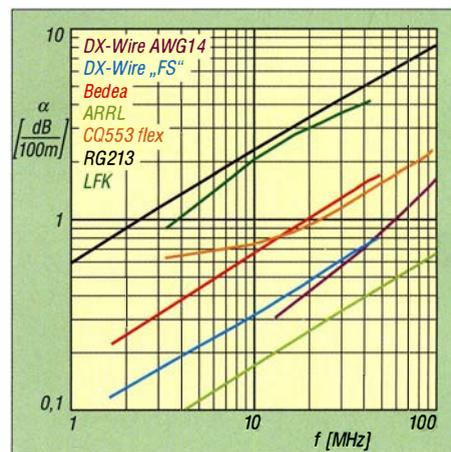

Bild 2: Dämpfungskonstante α unterschiedlicher Koaxialkabel und Zweidrahtleitungen im Vergleich
$\lambda/4$ -Leitungsresonanz bei 1,692 MHz. Daraus folgt ein Verkürzungsfaktor $VF = 42,5 \text{ m} / 44,298 \text{ m} = 0,959$ und daraus mit der Leitergeometrie eine Leitungsimpedanz $Z_L = 538 \Omega$ (Herleitung siehe [1]). Die damit berechnete Dämpfungskonstante α zeigt Bild 2, zum Vergleich mit den Dämpfungskonstanten der halboffenen Bandleitung CQ553 flex aus [1] und einer offenen Zweidrahtleitung aus 2-mm-Adern („ARRL-Hühnerleiter“ [5]). Das Ergebnis enttäuscht: Die Dämpfungskonstante der Bedea-Hühnerleiter ist nur etwa so groß wie diejenige der CQ553 flex und liegt deutlich oberhalb der ARRL-Hühnerleiter. Um den Einfluss des Messaufbaus auszuschließen, habe ich die Leitung ein zweites Mal in einer völlig anderen Umgebung gemessen – mit dem gleichen Ergebnis. Es kommen nur Verlustmechanismen der Leitung selbst infrage. Zur weiteren (rechnerischen) Analyse verwendete ich das Programm *atlc2* [6]. Es liefert zwar nicht direkt die Dämpfungskonstante, dafür jedoch die Leitungsbeläge R' , L' , G' und C' einer verlustbehafteten Zweidrahtleitung. Bitte die aktuelle Version 1.03 verwenden! In dieser hat der Programmautor KQ6QV die vorher falsche G' -Berechnung von symmetrischen Leitungen korrigiert.
Die zweite Testleitung habe ich aus $2 \times 43,35$ m Antennenlitze FS [4] aufgebaut. Die S_{11} -Messungen liefern $VF=0,947$ und $Z_L=556 \Omega$. Die damit berechnete Dämpfungskonstante ist deutlich geringer als diejenige der Bedea-Leitung, jedoch immer noch größer als die der ARRL-Hühnerleiter, Bild 2. Das Isoliermaterial Polyethylen (PE) mit $\tan \delta=2 \cdot 10^{-4}$ (bei 1 MHz) bewirkt wohl die geringere Dämpfungskonstante.
Um eine Hühnerleiter mit möglichst kleiner Dämpfungskonstante α aufzubauen, wählte ich PTFE-Litze AWG14, eine versilberte Kupferlitze (1,63 mm Durchmesser) mit PTFE-Isolierung von [4]. Von dieser vergleichsweise teuren Litze standen $2 \times 5,6$ m zur Verfügung, sodass das Verfahren α -Werte zumindest ab 14 MHz liefert. Die S_{11} -Messungen ergeben $VF=0,980$ und $Z_L=576 \Omega$. Unterhalb von etwa 45 MHz ist α tatsächlich kleiner als bei der Litze FS; allerdings steigt der Frequenzgang darüber steiler an, Bild 2, was auf höhere dielektrische Verluste hindeutet – trotz des eigentlich sehr geringen Verlustfaktors von PTFE ($0,7 \cdot 10^{-4}$ bei 1 MHz). Die Dämpfungskonstante dieser hochwertigen Litze ist im gesamten Frequenzbereich immer noch größer als die der ARRL-Hühnerleiter.
Die vierte und letzte Hühnerleiter habe ich aus einer weit verbreiteten, kostengünstig aus Armeebeständen verfügbaren Litze aufgebaut. Leichtes Feldkabel (LFK) wird als verdrahtetes zweidrahtiges Kabel zur leitungsgebundenen Kommunikation eingesetzt. Die S_{11} -Messungen an der 21,0 m langen Leitung liefern $VF=0,928$ und $Z_L=622 \Omega$. Von allen aufgebauten Hühnerleitern hat diese Ausführung die mit Abstand größte Dämpfungskonstante, die fast diejenige von RG213 erreicht, siehe Bild 2. Damit entfällt ein wesentlicher Vorteil der Zweidrahtleitung, dass sie nämlich deutlich weniger dämpft als Koaxialkabel. Der im Vergleich zu den anderen drei Litzen deutlich geringere Leiterquerschnitt, siehe Tabelle 1, dürfte eine wesentliche Ursache sein.